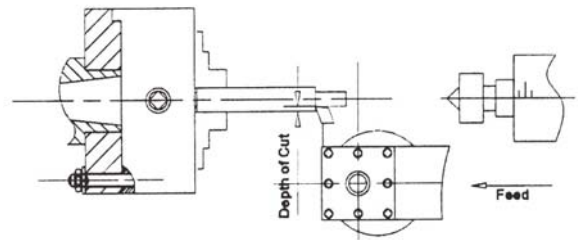

Bild 9
5. Schrauben sie den Bolzen (E, Bild 9) von der Spindel um die Wechselräder abzunehmen.
8.8 Plandrehen (Bild 9)